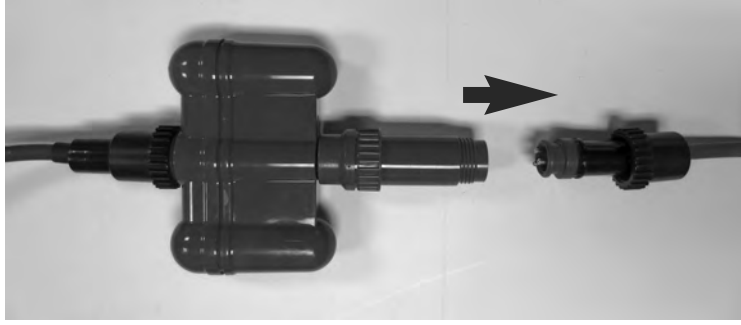

FIGURE E1
- 3) Déconnectez le câble court du raccord en desserrant la bague noire et en tirant doucement sur la fiche (Figure E1).